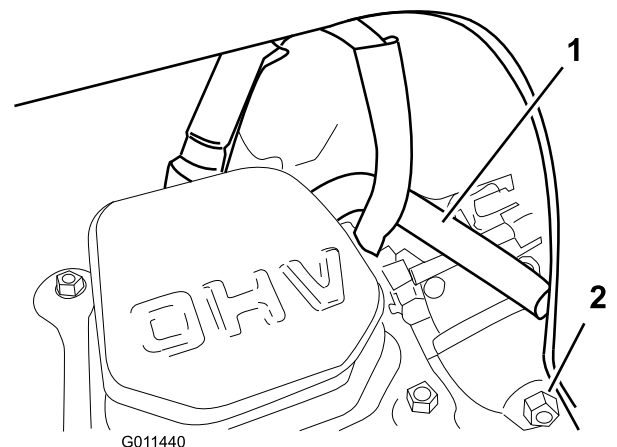

Figure 31
Remarque: Veillez à faire passer le tube de reniflard au-dessus du fil de la bougie, comme montré à la Figure 31.
6. Vidangez le carburateur par la vis de vidange (Figure 31) dans un bidon d'essence homologué.